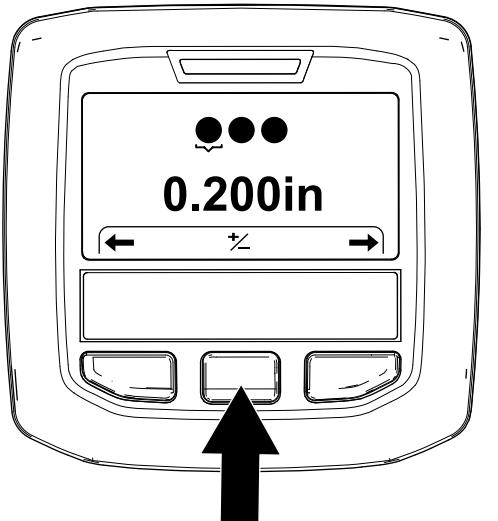

Рисунок 58
- Нажмайте правую кнопку инфо-центра, пока не отобразится экран Setting the Tine Diameter (Установка диаметра зуба) (Рисунок 58).